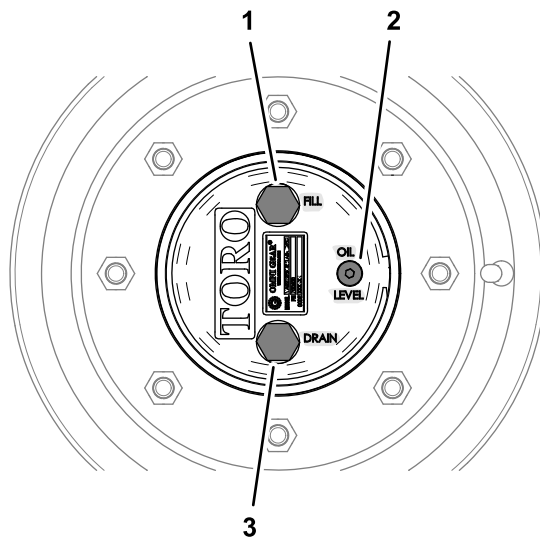

Figure 96
1. Amenez la machine sur une surface plane et horizontale, tournez une roue de sorte que le bouchon de remplissage soit en haut, à la position 12 heures, et le bouchon de vidange soit en bas, à la position 6 heures (Figure 96).
1. Amenez la machine sur une surface plane et horizontale, tournez une roue de sorte que le bouchon de remplissage soit en haut, à la position 12 heures, et le bouchon de vidange soit en bas, à la position 6 heures ; voir Figure 96 sous Contrôle du niveau d'huile du train planétaire (page 77).